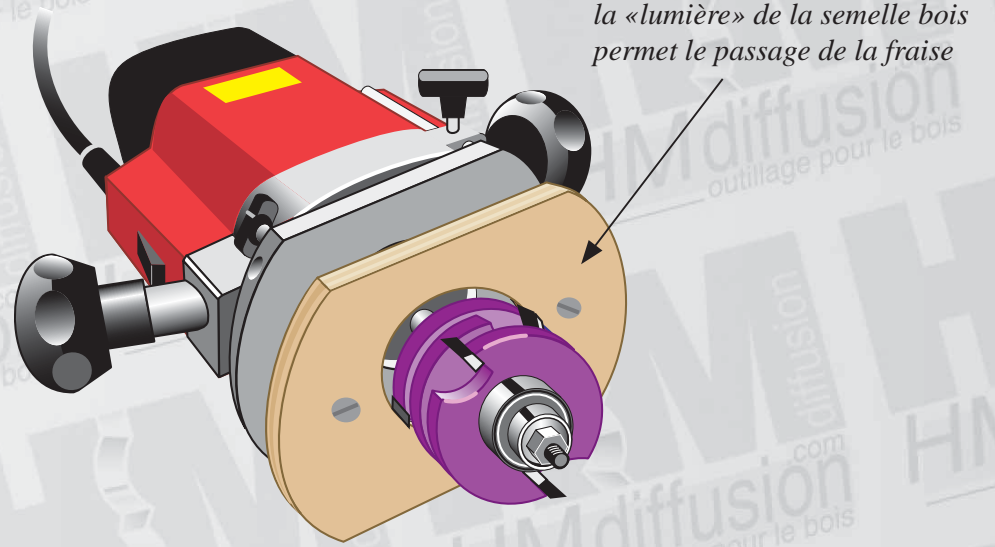

Fig.1 : semelle en bois rapportée sur la défonceuse
- Si la «lumière» de la semelle de votre défonceuse (l'évidement qui permet le passage de la fraise) est trop étroite pour le diamètre de la fraise : rapportez-y une semelle en bois avec une lumière plus grande ; une simple fixation à l'adhésif double face suffira (figure 1).